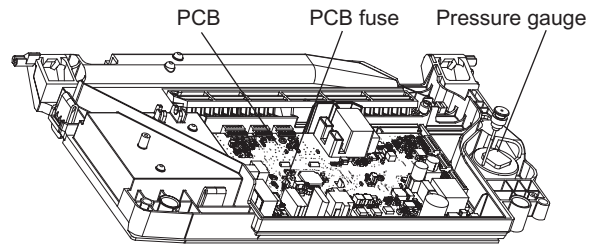

Fig. 8.1
8.7 FUSE - Fig. 8.1
8.8 PCB - Fig. 8.1
8.12 PRESSURE GAUGE - Fig. 8.1